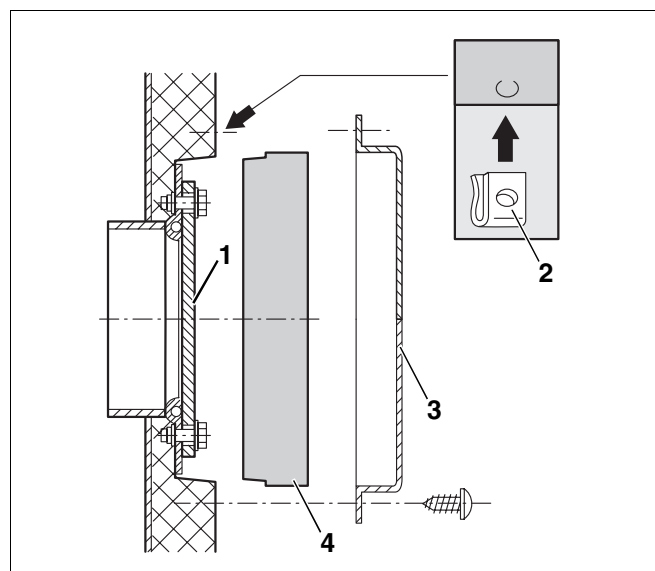

Fig. 6 Isolering – forreste håndhulsdæksel
- Sæt klemmerne (fig. 6, **pos. 2**) på.
- Læg isoleringsskiven (fig. 6, **pos. 4**) ved det forreste håndhulsdæksel (fig. 6, **pos. 1**) ind.
- Skru kappen (fig. 6, **pos. 3**) for håndhulsdækslet med 4 pladeskruer.